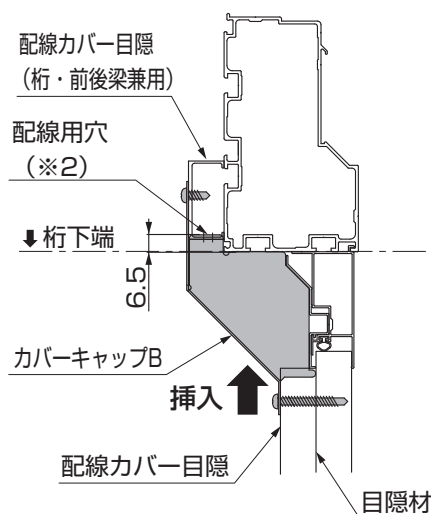
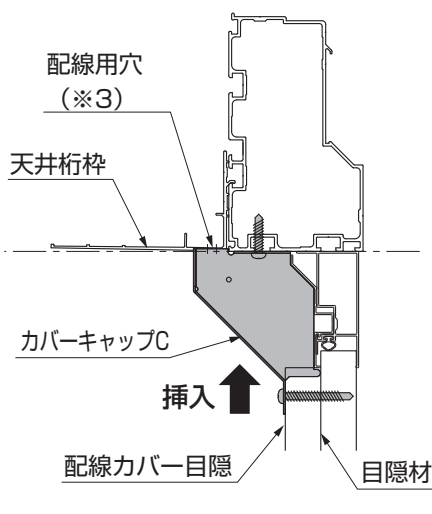

図3-5 天井なしの場合
図3-6 天井ありの場合
- 天井ありの場合はカバーキャップCを、天井なしの場合はカバーキャップBを取付けてください。(図3-5、図3-6参照)
- ①配線カバー目隠を適当な高さ寸法に切断してください。
- ②配線カバー目隠の上下にφ4.5の下穴をあけてください。
- ③天井なしの場合は、カバーキャップBを【49-2】で配線カバー目隠(桁・前後梁兼用)に、天井ありの場合は、カバーキャップCを【49-2】で桁の下面にφ3.5の下穴(写し穴)をあけて取付けてください。
- ④配線カバー目隠を、カバーキャップの下側に挿入して【49-1】で取付けてください。
- ⑤配線カバー端部金具を【49-1】で取付けてください。